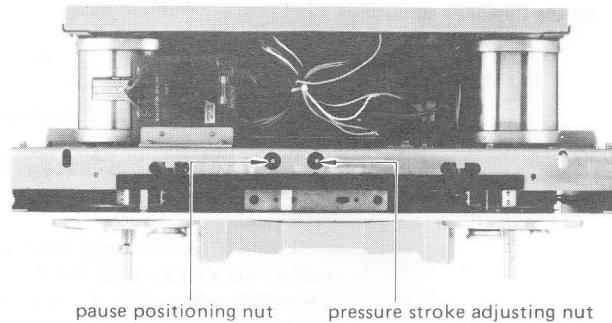

Fig. 2-4 Pause position and pinch roller pressure stroke adjustments
- Adjust by turning the pressure stroke adj. nut (Fig. 2-4) so that the clearance between the pin and the stopper cushion is about 1.0mm.
- 図2-4に示す圧着ストローク調整ナットにより、図2-6に示すようにピンとストッパー・クッションのすき間を約1mmに調整する(ピンとストッパー・クッションが離れていて、すき間が確認出来れば良い)。